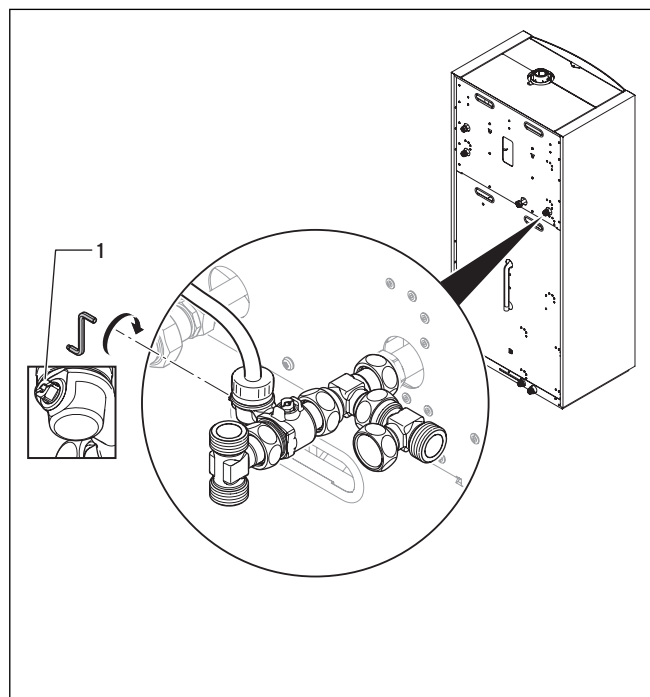

Abb. 7.18 Wartungshahn am Heizungsrücklauf öffnen
- Öffnen Sie den Wartungshahn (1) am Heizungsrücklauf (→ **Abb. 7.18**).